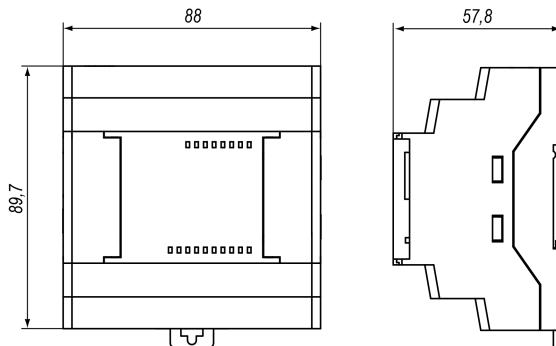

Рисунок 2 – Габаритные размеры
- Подготовить на DIN-рейке место для установки прибора с учетом размеров корпуса (см. рисунок 2).